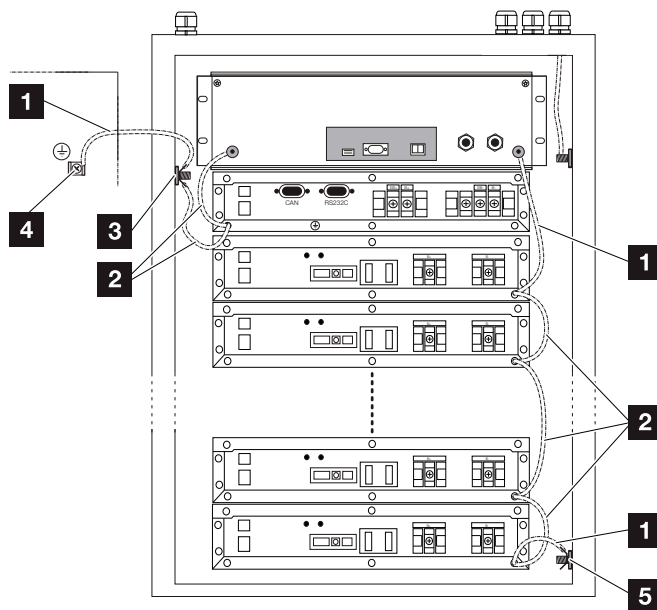

Abb. 24: Schutzleiteranschlüsse Module
3. Verbinden Sie vom oberen Schutzleiteranschluss **Abb. 24, Pos.3** im Gehäuse der Reihe nach alle anderen Module mit einem Schutzleiter. Verwenden Sie dazu die mitgelieferten Schutzleiterkabel.
4. Verbinden Sie die Rückwand mit einem langen Schutzleiterkabel vom oberen Schutzleiteranschluss **Abb. 24, Pos.3** im Gehäuse.